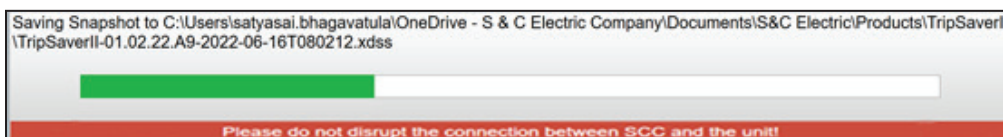

Figura 4. La actualización del firmware guardando un archivo de instantánea antes de actualizar el firmware.
- El ahorro de un archivo de instantánea antes de actualizar el firmware (Ver la Figura 4.)